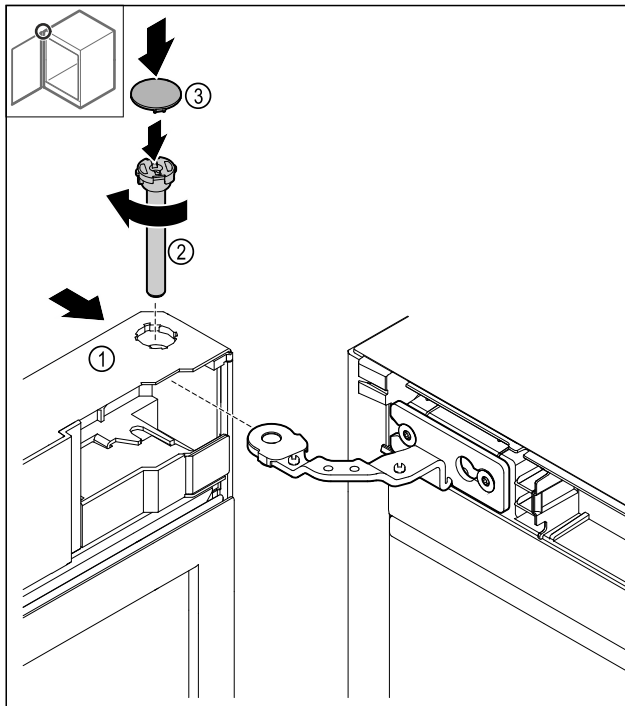

Fig. 43
- ▶ Deslizar la puerta Fig. 43 (1) hacia arriba sobre la bisagra.
- ▶ Insertar el perno Fig. 43 (2) y girarlo en sentido horario para apretarlo.
- ▶ Colocar la cubierta Fig. 43 (4).